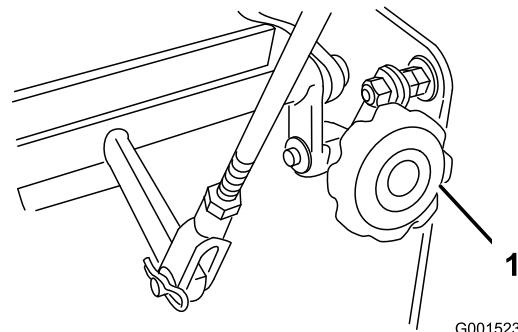

Figura 42
- Si la unidad se desvía hacia un lado, gire el mando de ajuste de la dirección. Gire el mando a la derecha para dirigir la máquina hacia la derecha, y a la izquierda para dirigir la máquina hacia la izquierda (Figura 42).